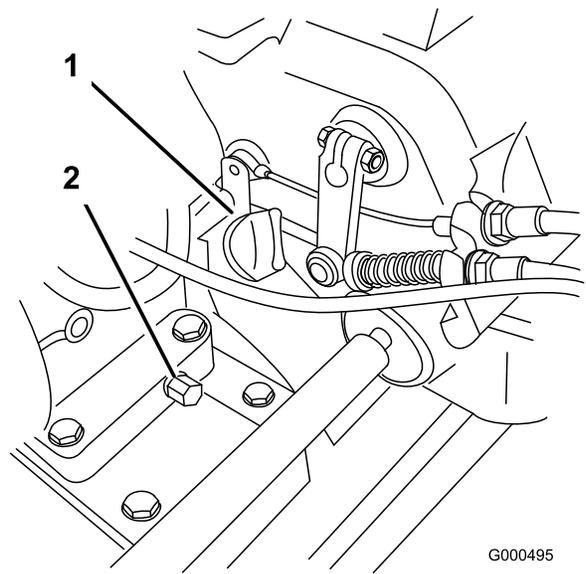

図 26
1. 移動走行用タイヤ (が取り付けられている場合には) これを外し、エンジンが水平になるようにしてオイル・ゲージの周囲をきれいに拭く (図 26)。
2. 機体下にあるドレン・プラグ (図 26) の下に廃油受けを置く。ドレン・プラグを抜く。